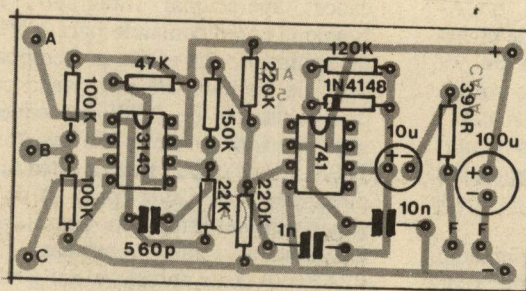

Fig.3
- FIG. 3 - "CHAPEADO" DA MONTAGEM - Ambas as placas, agora, vistas pelos lados **não cobreados**... O impresso "B", conforme já foi dito, não contém componentes, permanecendo sua face não cobreada completamente livre, sobressaindo dela apenas os três pontos de ligação (A-B-C). Já a placa "A" detém as peças, das quais algumas são polarizadas, exigindo cuidados no seu posicionamento e soldagem... É o caso dos dois Integrados (as extremidades marcadas referenciam as posições...), do diodo (extremidade marcada também indicando o posicionamento) e dos capacitores eletrolíticos (polaridades de terminais a serem respeitadas...). Quanto a resistores e capacitores, não polarizados, o "segredo" é **não errar** seus valores em função dos lugares que ocupam... Ao Hobbysta iniciante, recomendamos uma leitura atenta às INSTRUÇÕES GERAIS PARA AS MONTAGENS, e ao TABELÃO APE (ambos encartes permanentes da Revista, logo nas primeiras páginas de toda Edição...), onde estão devidamente "mastigadas" informações e "dicas" da maior validade prática... Finalizando essa fase, observar a correlação "mecânica" entre os pontos "A-B-C" na placa "A" e na placa "B"... Tratam-se - como parece óbvio - de ilhas/furos destinados à interligação direta, no arranjo ou acomodação do CAFA, conforme veremos nas próximas figuras...